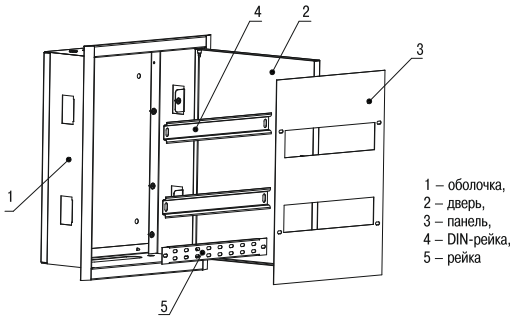

Рисунок 1.
4.1 Корпус металлический (рисунок 1) конструктивно состоит из оболочки (1) с открывающейся дверью (2), панели (3), DIN-реек под выключатели автоматические (4) и реек под шины (5).